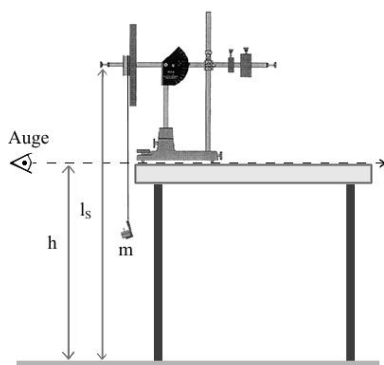

Abbildung 7: Beschleunigung der Kreisscheibe
1. Fixieren Sie den justierten Kreisel mit Hilfe der Stativstange und Winkelhalterung am Stativfuß und plazieren Sie den Kreisel derart, daß die Spule über die Tischkante hinausragt (siehe Abb. 7).